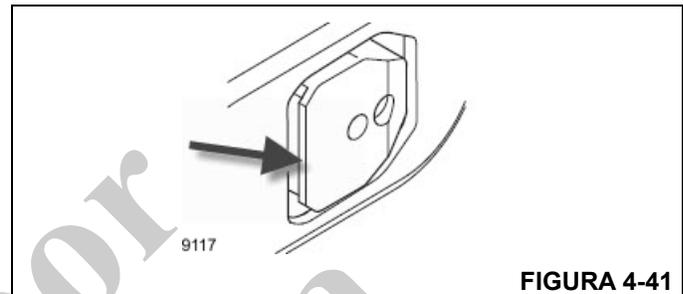

FIGURA 4-41
- Suponiendo que se requiere que la sección de pluma esté bloqueada, es importante saber que hay algunas fases del movimiento automatizado para bloquear la sección de pluma. En particular, la Figura 4-41 muestra que existe "reborde" en los pasadores de la sección de pluma (indicados por la flecha en la figura). La primera fase para el bloqueo de la sección de pluma es liberar/extender los pasadores en el agujero/recorte en la sección de pluma incluida. Si esto se logra exitosamente, hay una segunda fase de movimiento automatizado para colocar la sección de pluma en la superficie nivelada apropiada de los pasadores que está próxima al reborde. En una fase final, se confirma que el pasador está enganchado y la sección de pluma bloqueada por el sistema de control comanda al cilindro telescópico para que se retraiga y luego revisa que no haya movimiento de pluma. Si no hay movimiento, se confirma que está bloqueada.
- El operador puede usar el controlador del telescopio en la dirección de retracción, por al menos un segundo, y luego comenzará el movimiento automatizado para desbloquear la sección de pluma (T4 en el ejemplo). Es importante saber que hay dos fases para desbloquear una sección de pluma. Como se mencionó anteriormente, y se muestra en la Figura 4-41, hay un reborde en los pasadores de la sección de pluma. Por lo tanto, la primera fase del movimiento automatizado es elevar la sección de pluma para tener una holgura en este reborde. Después de completar la elevación, se retraen los pasadores. Ahora puede retraerse la sección de pluma.